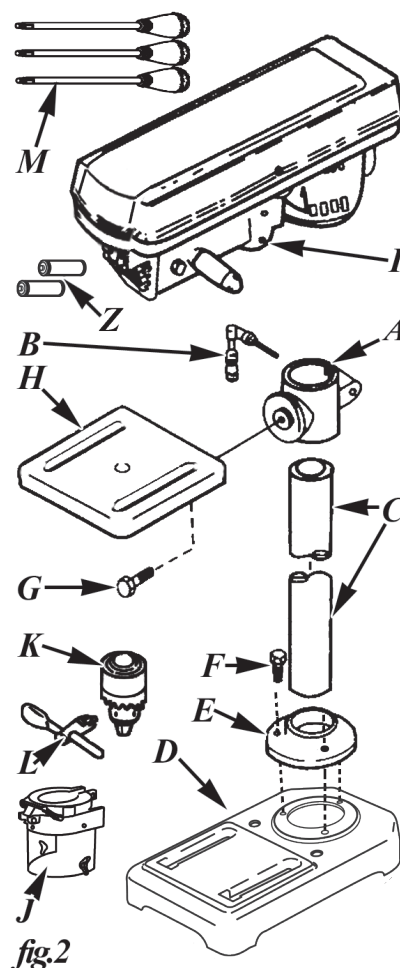

fig.2
Séparez toutes les pièces des matériaux d'emballage et comparez soigneusement avec fig 2 de la liste ci-dessous.
1. Installez les boulons M8 x 20 (F, fig 2), les vissant dans la base (D, fig 2 et 3) à travers le collier de support de colonne (E, fig 2 et 3) et serrez-
2. Faites glisser le support de table (A, fig 2 et 3) sur la colonne.
3. Installez la poignée de verrouillage de support (B, fig 2 et 3) du côté gauche dans le support de table, aligner la table avec la base et le support et serrez verrouiller la poignée à la main.
7. Vissez les trois poignées d'alimentation (M, fig 2 et 3) dans les trous filetés sur le moyeu. Au lieu d'utiliser les poignées comme effet de levier et peut-être les abimer utilisez une clé sur les plats sur les extrémités filetées des poignées à installer, mais prenez soin de les fixer uniquement à force de main.
8. Nettoyer le trou conique dans le mandrin (K, fig 2 et 3), en supprimant toute graisse, revêtement antirouille ou de saleté que vous trouverez.
1. Ouvrez le couvercle de courroie et poulie (U, fig 2 et 3) et choisir la meilleure vitesse pour l'opération de le forage planifiée et installer la courroie dans la bonne position sur les poulies pour produire cette vitesse.
7. Insérez la clé de mandrin (L, fig 2) et tourner dans le sens de serrer (dans le sens antihoraire pour desserrer) la mèche. Serrer le mandrin suffisamment pour empêcher la mèche de glisser dans les mâchoires
8. Pour positionner la table (H, fig 2) verticalement, desserrez la poignée de blocage du support (B, fig 2) et élever ou baisser la table à la position désirée. Resserrez la poignée de verrouillage de support.
10. Pour incliner la table, desserrer la vis de blocage d'inclinaison (G, fig 2) sous la table, incliner la table à l'angle désiré (vous pouvez utiliser l'échelle de degré de biseau comme référence grossière) et resserrer la vis de blocage de la table.